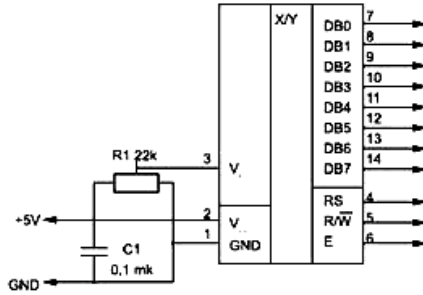

Рисунок 4.1 – Інтерфейс підключення контролера HD44780
вибирається програмно), через лінію вибору операцій (R/W), лінію вибору регістра (RS), лінію стробування і синхронізації (E) (рис. 4.1).